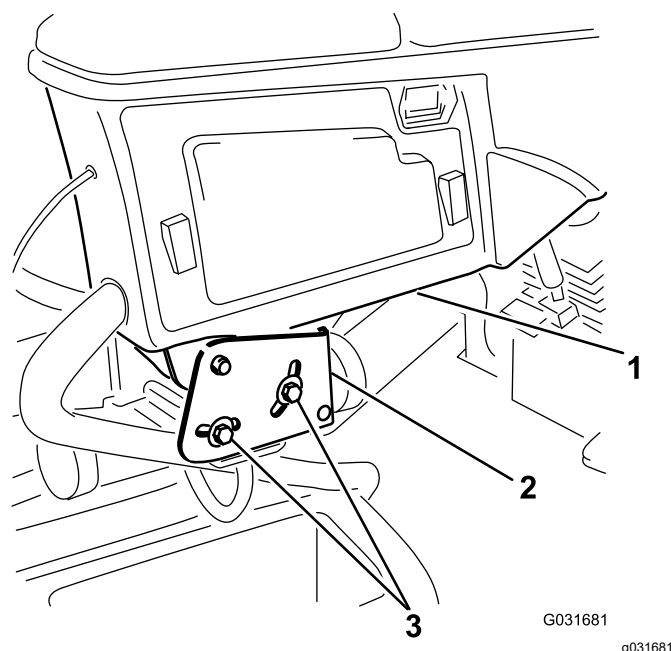

Figura 4
1. Allentate i due bulloni che fissano il braccio di comando alla staffa di bloccaggio (Figura 4).